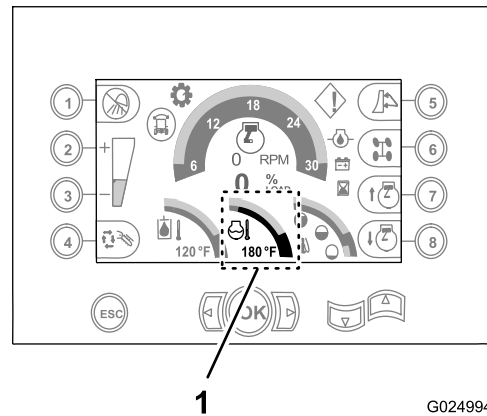

Figure 103
- C. Faites tourner le moteur pendant 5 minutes ou jusqu'à ce que le centre de commande indique une température du liquide de refroidissement de 82 °C (180 °F), puis coupez le moteur (Figure 103).